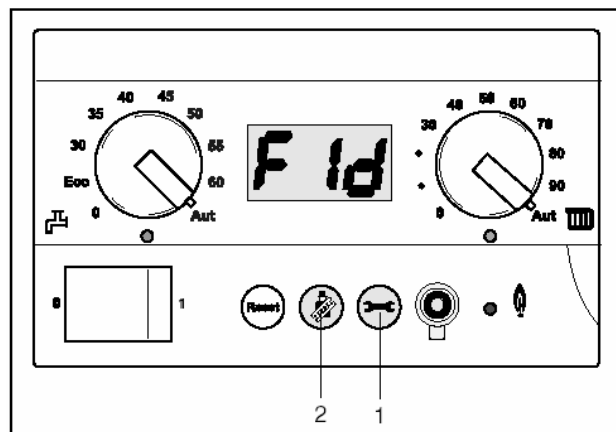

fig. 21 Pumpens eftergångstid på 24 timmar
- Tryck samtidigt på sotare och serviceknappen (fig.21, pos.2 och 1), tills "L--" visas på displayen.
- Pumpens eftergångstid kan ställas in mellan 5 och 60 min. (F0..F60) eller på 24 tim. (F1d) (se fig 21).
- Inställningen bekräftas med att trycka på serviceknappen (fig.21, pos.1).